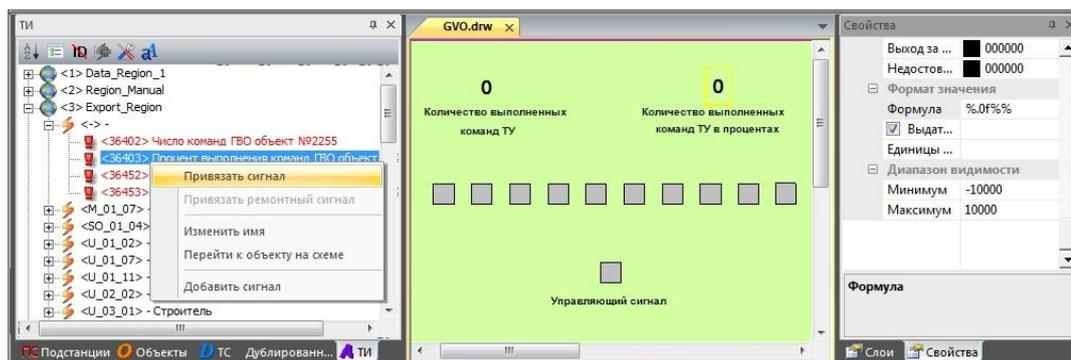

Рисунок 427 – Добавление в документ отображения процента выполненных команд
– Чтобы добавить в документ отображение процента выполненных команд необходимо создать элемент **«Текст»** с надписью **0** (рисунок 427). Выделить элемент левой кнопкой мыши и в окне **«Свойства»** в поле **«Формула»** ввести значение **%0f%%** (на схеме появится знак «%»). Затем, не снимая выделения с элемента **«Текст»** перейти в окно **«ТИ»** и выделить в дереве сигнал (в данном примере **36403**). Далее кликом правой кнопки мыши вызвать контекстное меню сигнала привязать к нему текст с помощью пункта меню **«Привязать сигнал»**.